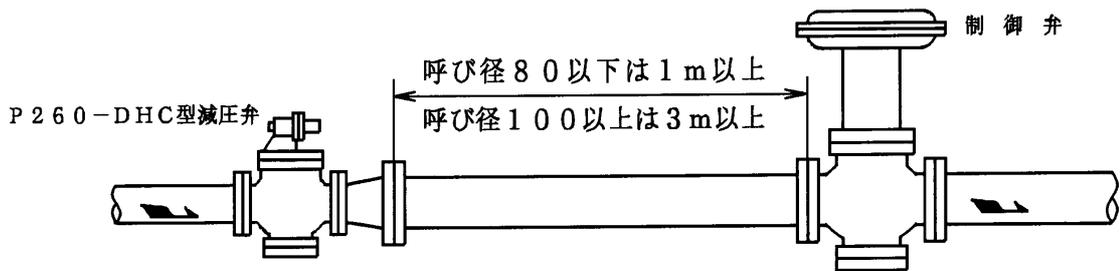

図 7 制御弁がある場合 (二次側)
4.5 減圧弁の二次側に制御弁を取付ける場合、減圧弁と制御弁の距離をできるだけ長く(呼び径 80 以下は 1m 以上、呼び径 100 以上は 3m 以上)とってください(図 7)。